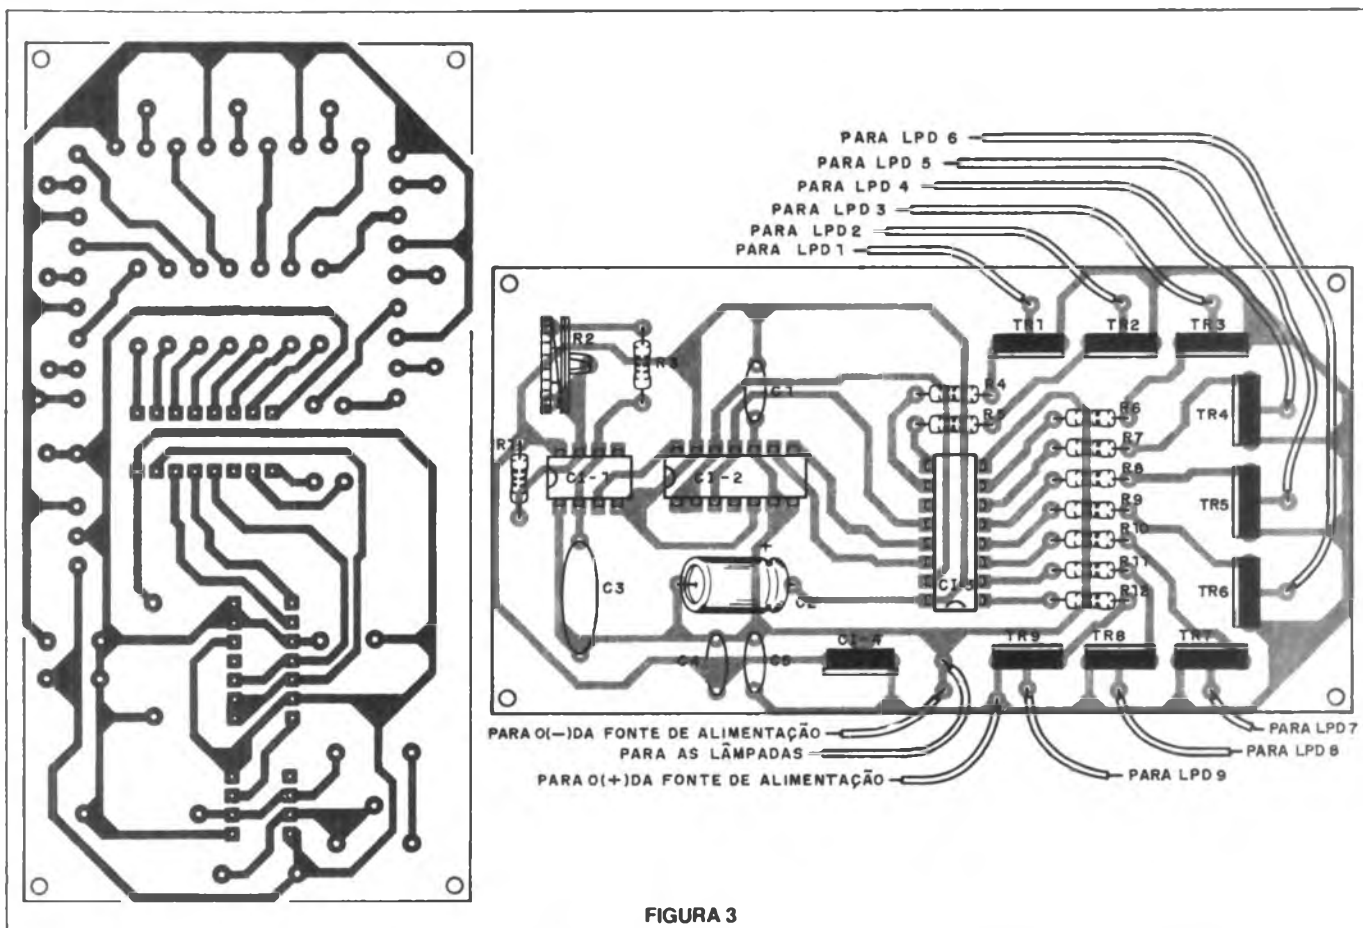

FIGURA 3
O protótipo foi montado numa placa de fenolite, face simples, de dimensões 53mm x 94mm, sendo distribuídos os componentes conforme mostra a figura 3, cabendo aos quatro furos de maior diâmetro a fixação da plaqueta numa eventual caixa, de preferência plástica (saboneteira).
O desenho, em tamanho real, da face cobreada da plaqueta é mostrado também na figura 3 – note a presença de alguns filetes mais grossos, eles correspondem à alimentação das lâmpadas que drenam, comparativamente, elevados valores de corrente.
Antes de reproduzir na face cobreada da plaqueta a fiação mostrada na figura 3, convém verificar se os componentes adquiridos apresentam dimensões compatíveis com os utilizados na montagem do protótipo – oriente-se pelo chapeado da figura 3 para identificar a posição dos componentes sobre a face não cobreada da plaqueta.
- instalar os integrados nos respectivos soquetes, tomando o cuidado de dispor o chanfro conforme o indicado pelo chapeado da figura 3.
Instalando uma garra "jacaré" em cada extremidade livre do cabo de alimentação do circuito, conectamos o circuito à bateria do automóvel, ou a uma fonte de $12V \pm 2V$, e imediatamente verificaremos o "movimento" da luz ao longo da trajetória previamente estabelecida. Atuando no cursor de R2, figura 3, a velocidade desse pseudomovimento é alterada, indicando o perfeito funcionamento do aparelho.